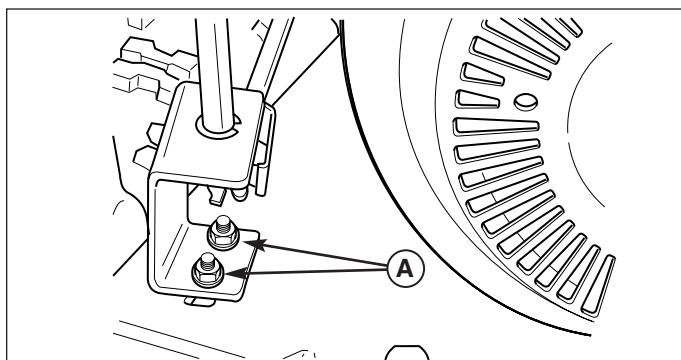

Figure 19. Réglage du support d'engrenage
1. Desserrer les écrous de fixation du support d'engrenage (Figure 19).